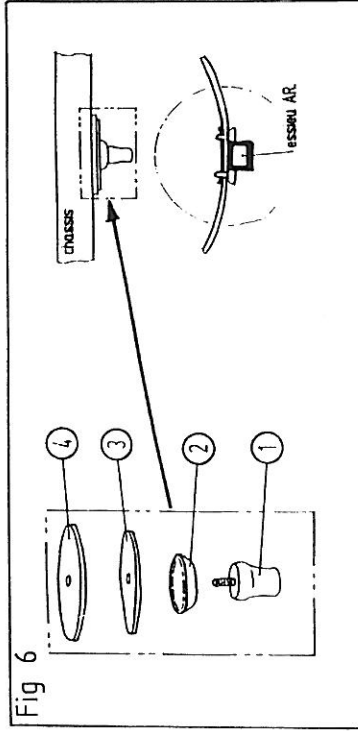

Fig 6
- a/ Empiler sur la butée de chocs J.S.A (rep 1) , le plot de centrage (rep 2) , le disque isolant (rep 3) et la rondelle d'appui (rep 4) (Fig 6) .